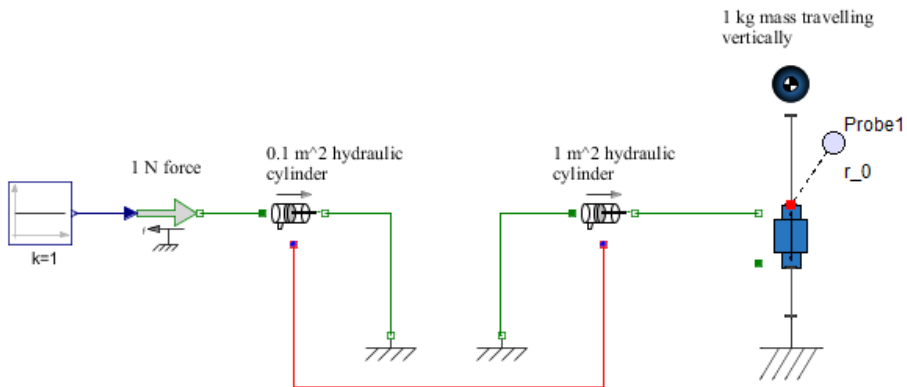

図6.23 パスカルの原理の例
**図6.23 「パスカルの原理の例」**のモデルは、パスカルの原理の簡単な例を示しています。1 N の力 ( $0.1 \text{ m}^2$  の油圧シリンダに作用) は、油圧を  $1 \text{ m}^2$  の油圧シリンダに伝達し、1 kg の重さを垂直に持ち上げます。通常は、9.81 N の力は 1 kg の力の高さを維持しますが、この簡単な油圧システムでは、10 倍または  $\frac{1 \text{ m}^2}{0.1 \text{ m}^2}$  の係数で荷重 1 N の大きさを増やしています。